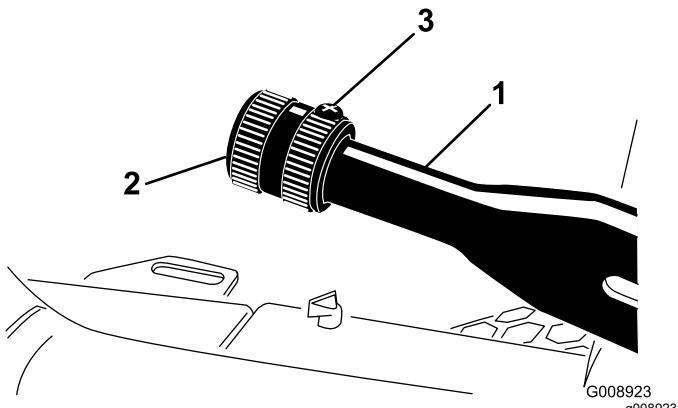

Figura 83
2. Afloje el tornillo de fijación que sujeta el pomo a la palanca del freno de estacionamiento (Figura 83).